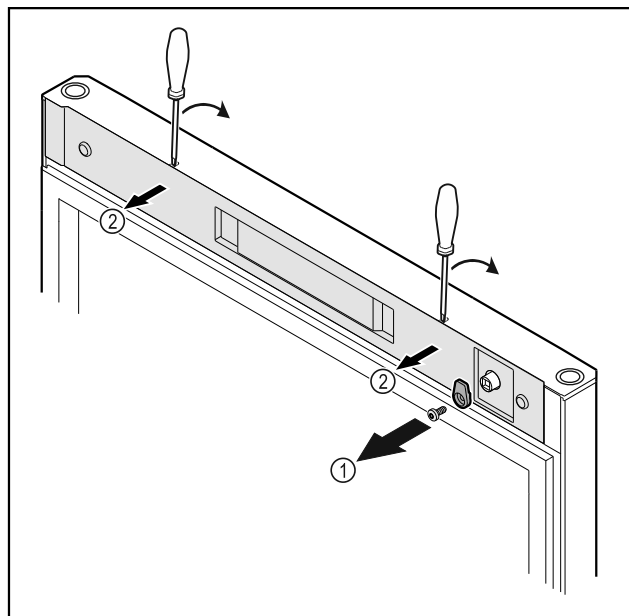

Fig. 22
- ▶ Odkręcić haczyk zamykający Fig. 22 (1).
- ▶ Osłonkę Fig. 22 (2) podważyć małym śrubokrętem i zdjąć.